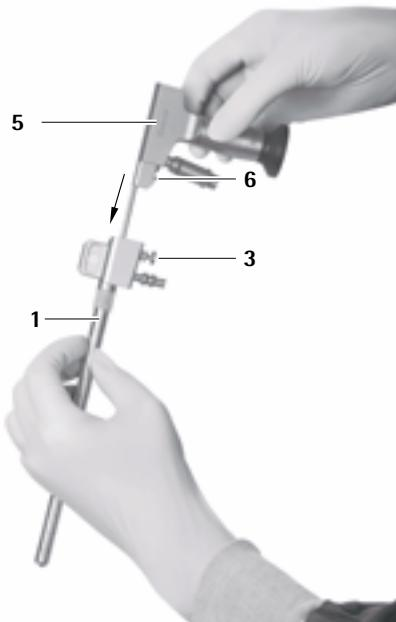
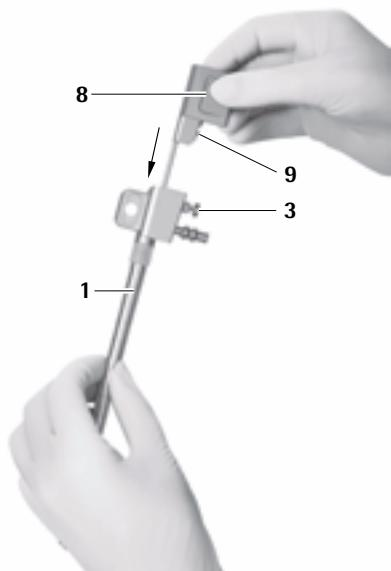

Abb. 14
Abb. 15
- ▶ Dabei sicherstellen, dass sich Verriegelungsbolzen **6** des Endoskops **5** bzw. Verriegelungsbolzen **9** des Obturators für Optikkanal **8** auf gleicher Seite befindet wie Entriegelungsknopf **3** des MINOP inVent-Trokars **1**, siehe Abb. 14 und siehe Abb. 15.